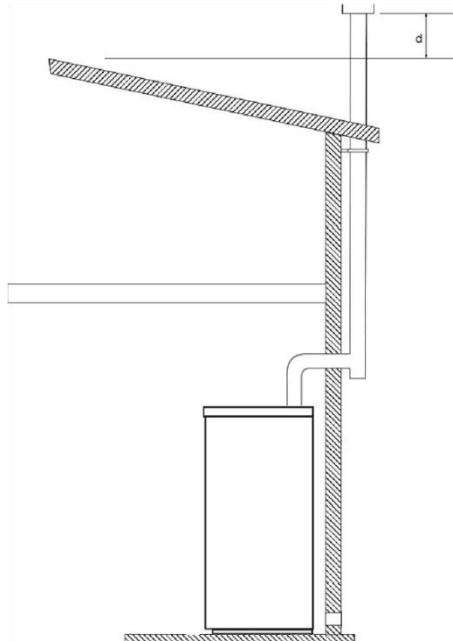

fig. 13
- Seuls des tuyaux isolés (double paroi) en acier inox fixés au bâtiment (fig.13) doivent être utilisés.
- Il doit être équipé d'un terminal de cheminée anti-vent et respecter la distance "d" par rapport au sommet du bâtiment selon les indications figurant dans 1.2. La solution à adopter dans le cas où l'on souhaite utiliser un conduit d'évacuation des fumées extérieur est représentée sur la fig.13.